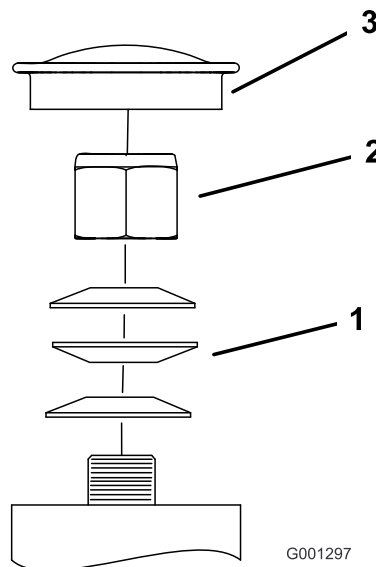

Figura 66
3. Retire el tapón guardapolvo de la rueda giratoria y apriete la contratuerca (Figura 66).
4. Apriete la contratuerca hasta que las arandelas de muelle estén planas, luego afloje $\frac{1}{4}$ de vuelta para establecer la pre-carga correcta de los cojinetes (Figura 66).
Importante: Asegúrese de que las arandelas de muelle están correctamente instaladas, según se muestra en Figura 66.
5. Coloque el tapón anti-polvo (Figura 66).